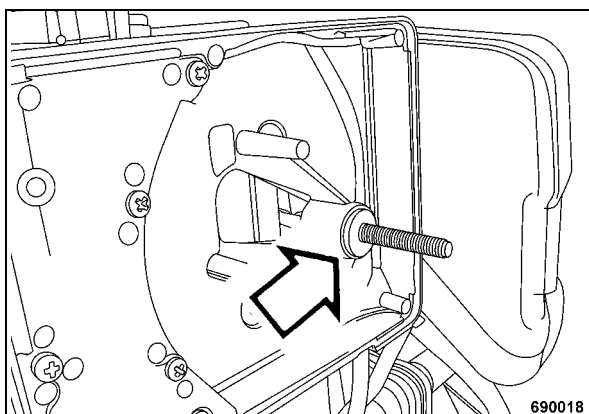

рис. 72
- Проверить резиновую прокладку, при необходимости, заменить поврежденную резиновую прокладку (рис. 72).